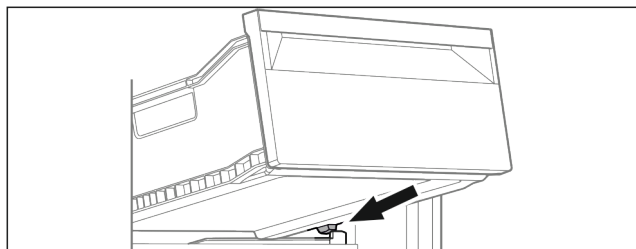

Fig. 15
- ▶ Lade schuin achter de stoppers op de containerrib plaatsen Fig. 15 ().